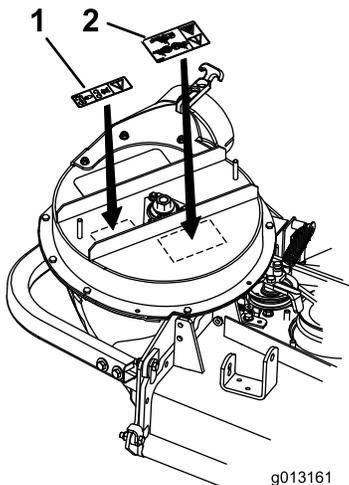

Bild 1
2. Reinigen Sie den Bereich, in dem Sie die Aufkleber anbringen (Bild 1).
3. Bringen Sie den Aufkleber an, wie in Bild 1 abgebildet.